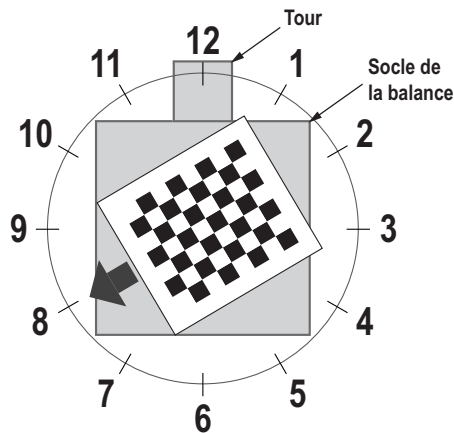

Figure 5-12. Tournez à 8 heures.
- Alignez l'objet d'étalonnage de sorte que les réticules soient centrés. Tournez l'objet d'étalonnage à 8 heures, la tour étant à 12 heures (Figure 5-12).